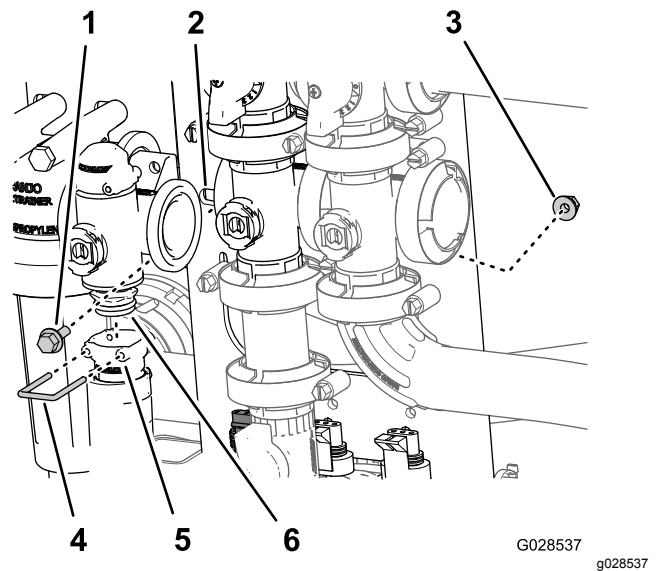

Figura 89
2. Retire la horquilla de retención que sujeta el conector de salida al distribuidor de la válvula de control de caudal (Figura 89).
3. Retire los 2 pernos con arandela prensada y las 2 tuercas con arandela prensada que sujetan la válvula de control de caudal al soporte de la válvula, y retire el distribuidor de la válvula de la máquina (Figura 89).